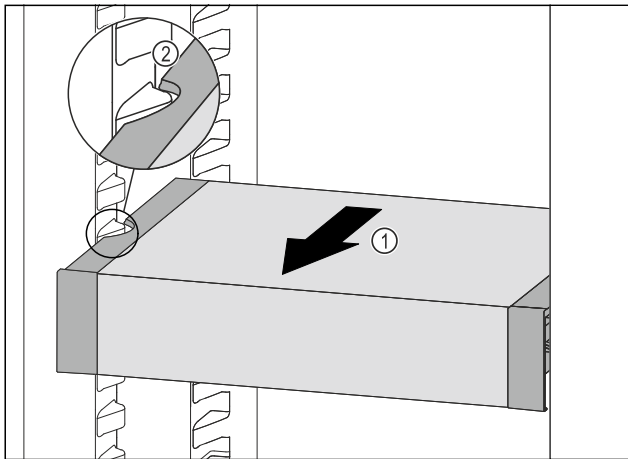

Fig. 87
- ▶ Изтеглете VarioSafe напред Fig. 87 (1), докато страничните прорези на VarioSafe се намират на височината на ребро на съда в хладилната част. Fig. 87 (2)